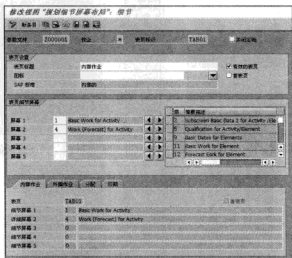

图 9-41 “修改视图‘规划细节屏幕布局’：细节”编辑界面
STEP 2 双击一条“网络参数文件”，弹出“修改视图‘规划细节屏幕布局’：细节”编辑界面，如图 9-41 所示。可以看到细节分为“表页设置”、“表页细节屏幕”、“屏幕页”3 个层次。在“表页设置”层中，可以设置“表页标题”，同时也可以设置该表页是否有效、是否为首页；在“表页细节屏幕”层中，可以设置所选择屏幕中的页面字段；在“屏幕页”中可选择屏幕分层。